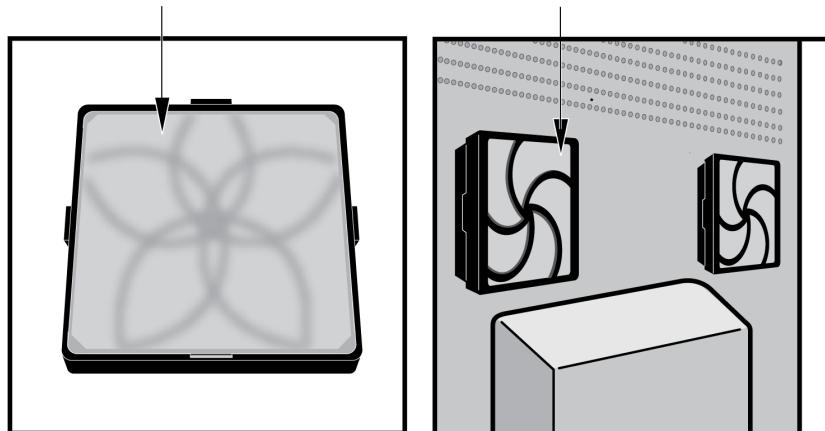

Figura 9-20. Filtro de substituição e armação instalados
- Coloque a protecção do filtro da ventoinha e o filtro na devida posição, como uma unidade. Pressione ambas as parte laterais da protecção com firmeza sobre a armação da ventoinha até encaixarem em segurança na ventoinha. Pressione a parte de baixo da protecção até encaixar em segurança na ventoinha. Consultar figura 9-20.